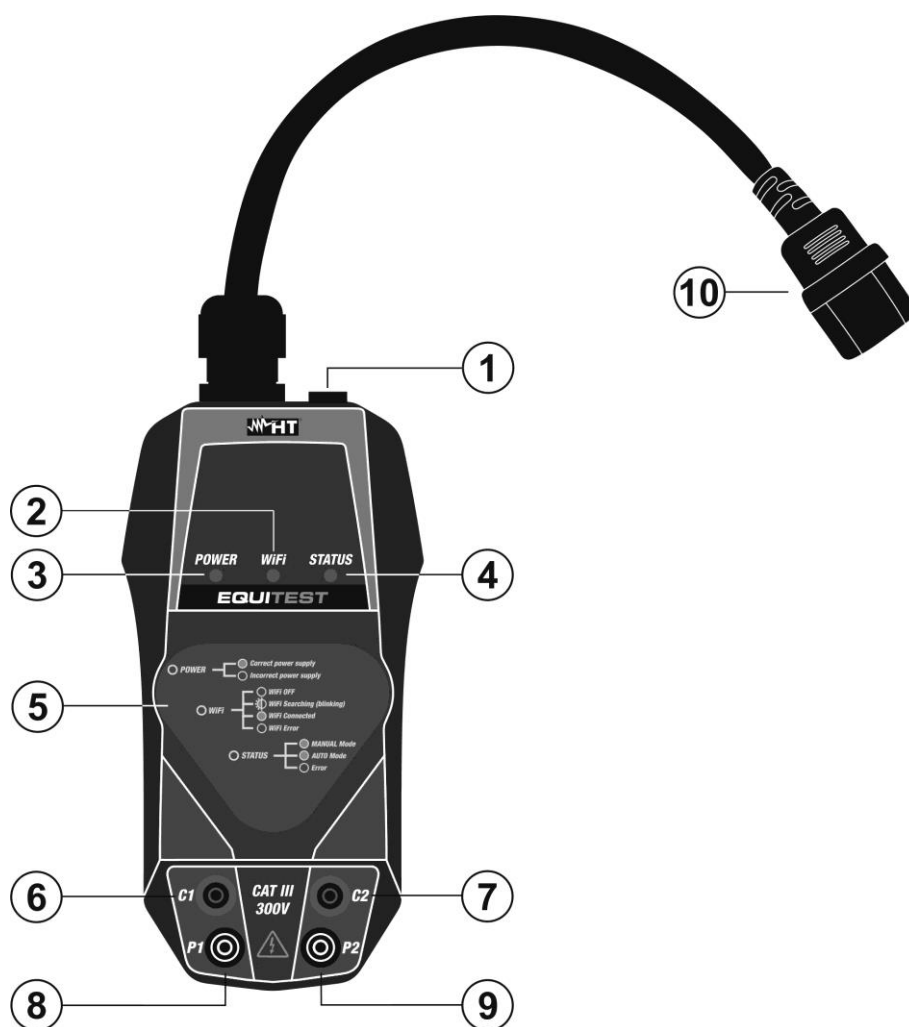
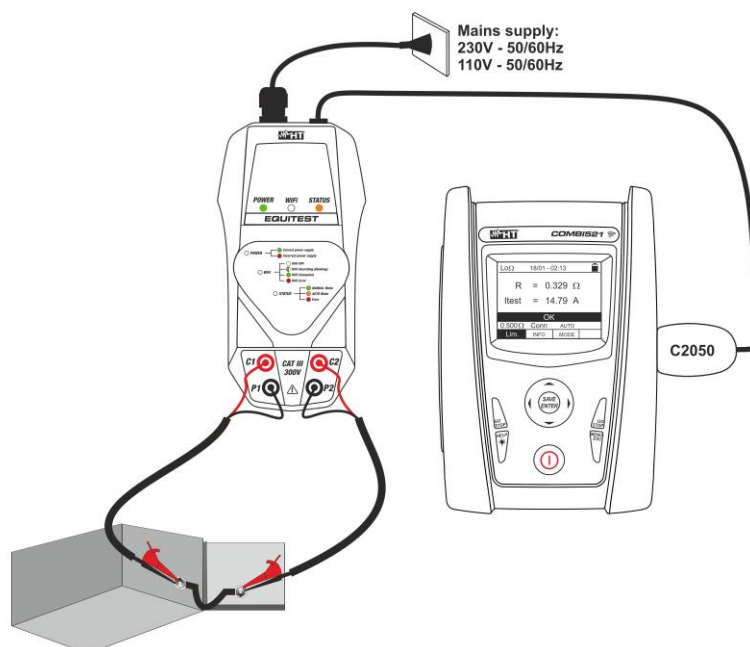

Fig. 1 Descripción del instrumento
Fig. 3 Uso del instrumento con unidad MASTER
1. Conecte el instrumento a la alimentación mediante el cable de red suministrado en dotación (vea la Fig. 1 – parte 10). El LED **POWER** se enciende en color **verde fijo** identificando la correcta tensión de alimentación, el LED **STATUS** se enciende en color **verde fijo** que identifica el funcionamiento del instrumento en **modo Manual** (ver el manual de instrucciones del instrumento MASTER), el LED **WiFi** se enciende en color **verde parpadeante** identificando que el instrumento está buscando realizar (si estuviera disponible) una conexión WiFi con un dispositivo móvil externo mediante la APP **HT Equitest** (ver § 5.2) y no tiene ninguna funcionalidad en conexión con el instrumento MASTER
2. Conecte el instrumento al instrumento MASTER (ver la Fig. 3) mediante el cable **C2050 suministrado en dotación** (ver la Fig. 1 – parte 1)
las entradas **P1** y **P2** y los dos cables rojos en las entradas **C1** y **C2** (ver la Fig. 3)
5. Conecte los cocodrilos del conjunto de cables **C7000** al objeto en pruebas (ver la Fig. 3)
7. Con la selección del **modo Automático** en el instrumento MASTER (medida activada sin el uso de la tecla **GO/STOP**) verifique que el LED **STATUS** esté encendido en color **naranja fijo** y conecte los cocodrilos con los objetos en pruebas (ver la Fig. 3) para activar automáticamente el test
1. Conecte el instrumento a la alimentación mediante el cable de red suministrado en dotación (vea la Fig. 1 – parte 10). El LED **POWER** se enciende en color **verde fijo** identificando la correcta tensión de alimentación, el LED **STATUS** se enciende en color **verde fijo** que identifica el funcionamiento del instrumento en **modo Manual**